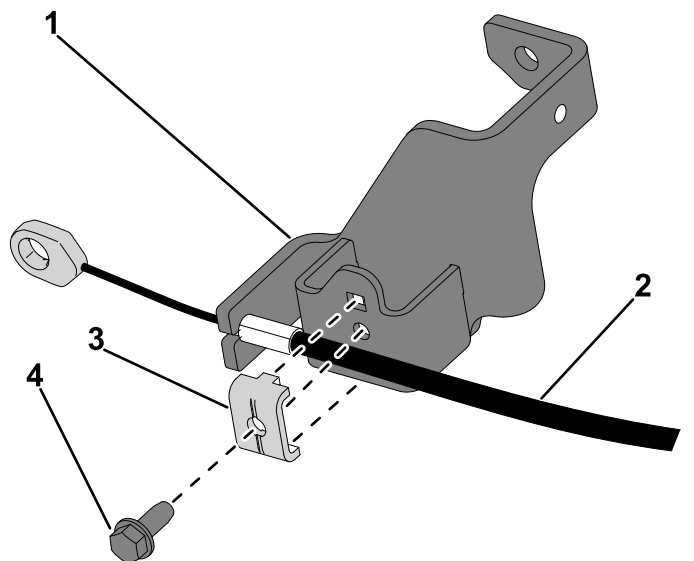

Figura 12
- B. Instale a nova abraçadeira de cabos no suporte transmissão hidrostática, prenda com o parafuso sextavado cônico (1/4 x 5/8 pol.) (Figura 12).